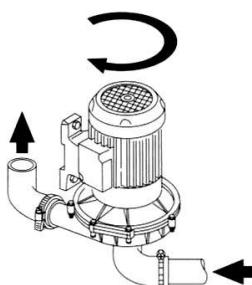

Рис. 2
- 2) Включите машину, нажав на клавишу (B) (см. пар. 2). Соответствующий световой индикатор загорится зелёным светом.
- 5) После этого можно проверить, правильно ли вращается насос, нажав клавишу START (так как насос трёхфазный, он может вращаться в обратном направлении). Вращение должно осуществляться в направлении, указанном стрелкой (см. рисунок 2). Неправильность вращения можно определить по чрезмерному шуму во время цикла мытья.